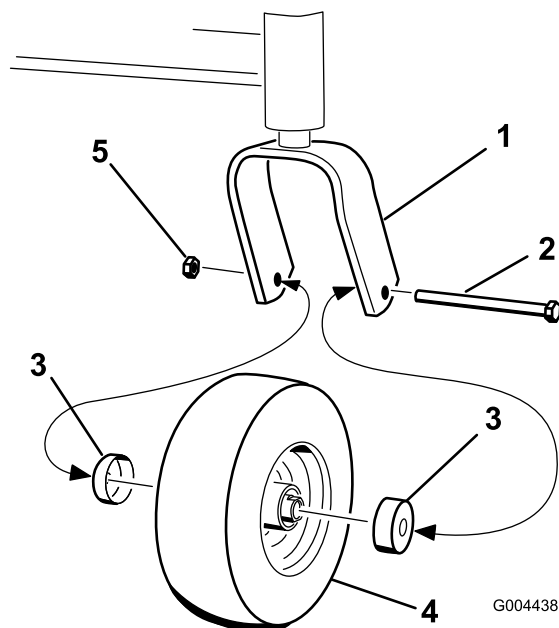

Figure 26
4. Retirez l'écrou et le boulon de fixation de la roue pivotante à la chape pivotante avant (Figure 26).
5. Déposez le protège-joint du moyeu de roue (Figure 26).
17. Posez les protège-joints sur les moyeux, puis insérez la roue dans la chape pivotante (Figure 26).
18. Montez le boulon et serrez l'écrou (Figure 26).